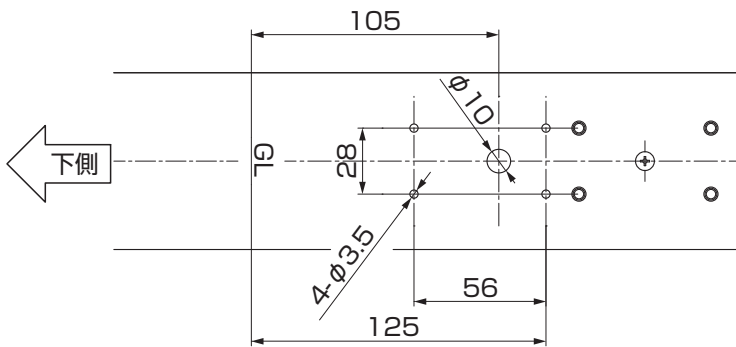

図2-1
- ①吊元門柱の家側面へ図2-1を参考に穴を開けてください。